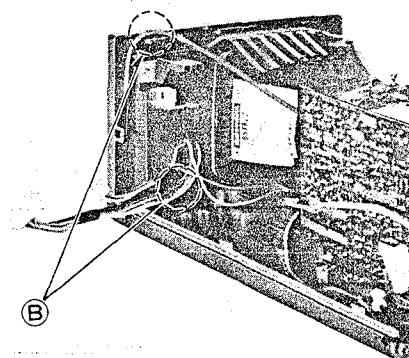

Fig. 4 Abb. 4
1. Pull the tuning block after unlocking the holder pawls (B) shown in Fig. 4.
1. Nach Lösen der in Abb. 4 gezeigten Sperrklinken (B), den Tuner-Block herausziehen.